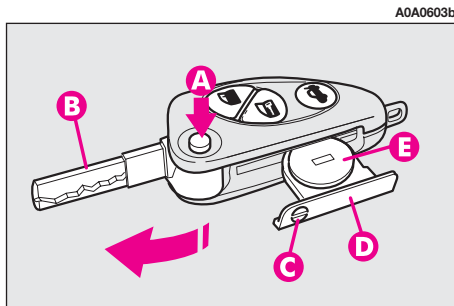

fig. 5
- premere il pulsante (**A**-fig. 5) e portare l'insero metallico (**B**) in posizione di apertura;